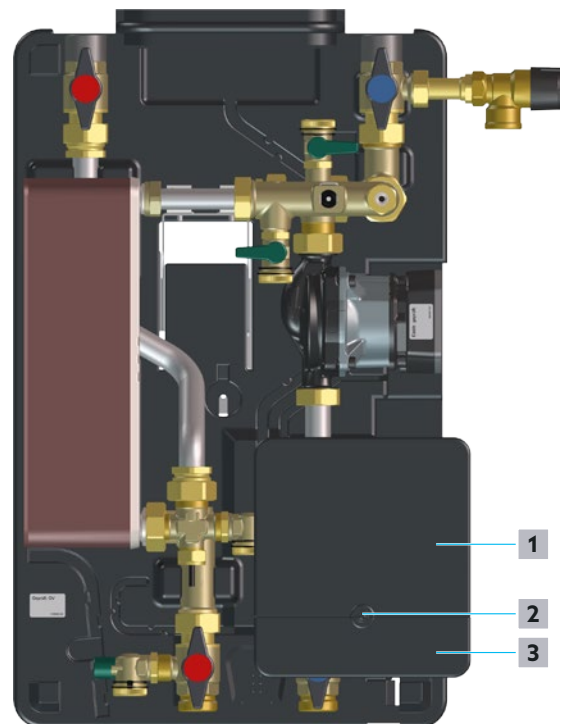

Abb. 22: Regler öffnen
- 3 Lösen Sie die Schraube (siehe Position **2** in Abb. 22 auf Seite 26) und legen Sie diese beiseite.
- 4 Schieben Sie die Abdeckung-Anschlusspanel (siehe Position **1** in Abb. 22 auf Seite 26) hoch bis diese hörbar einrastet.
- 5 Klappen Sie die Abdeckung-Zuleitungen (siehe Position **3** in Abb. 22 auf Seite 26) ab.